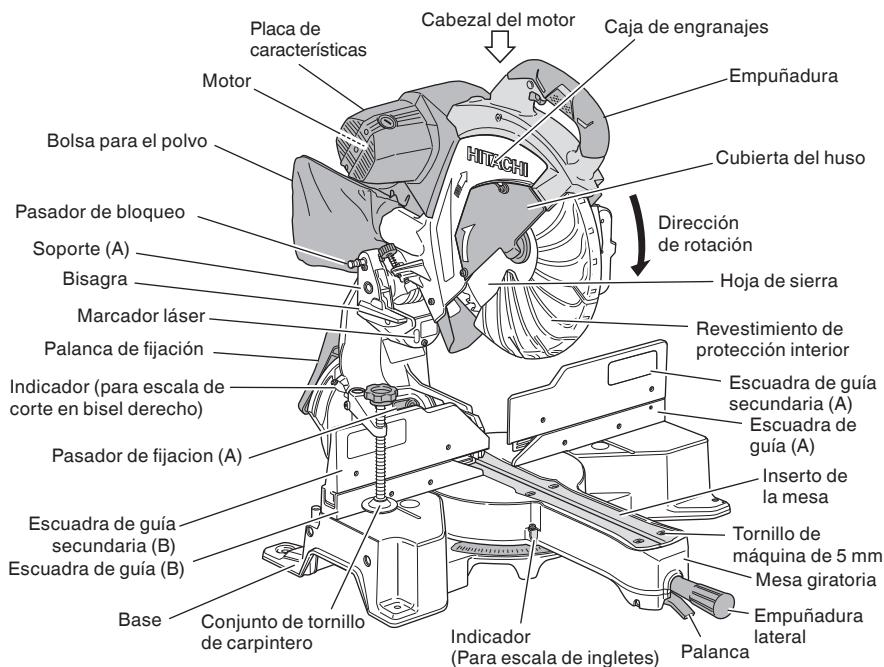
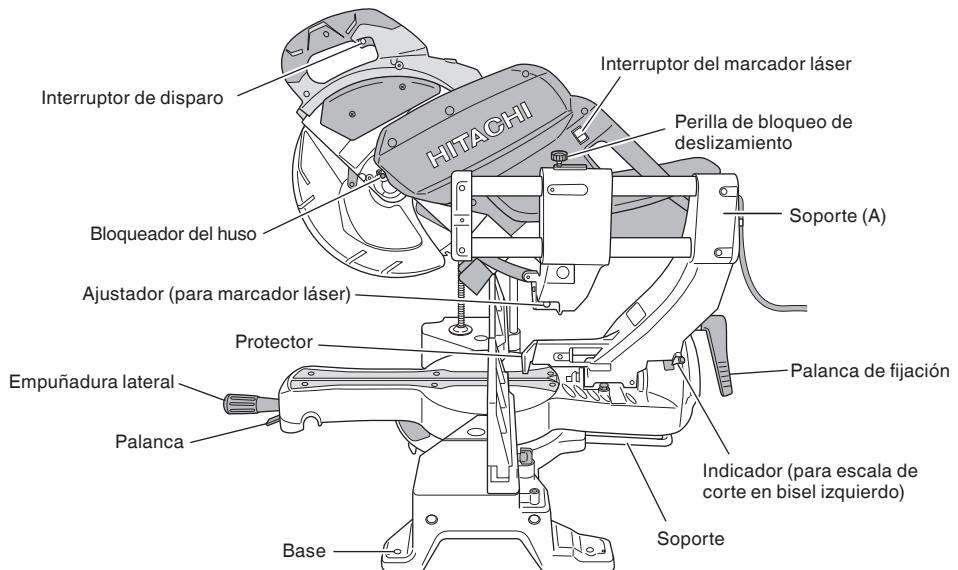

Fig. 1
Fig. 2
Fije la bolsa para el polvo y el conjunto de tornillo de carpintero como se indica en la Fig. 1 y Fig. 2.
- Antes de utilizar la herramienta, confirme la posición del bloqueador del huso. Despues de haber instalado la hoja de sierra, confirme que el bloqueador del huso está en posición de retraída antes de utilizar la herramienta eléctrica (consulte la Fig. 2).